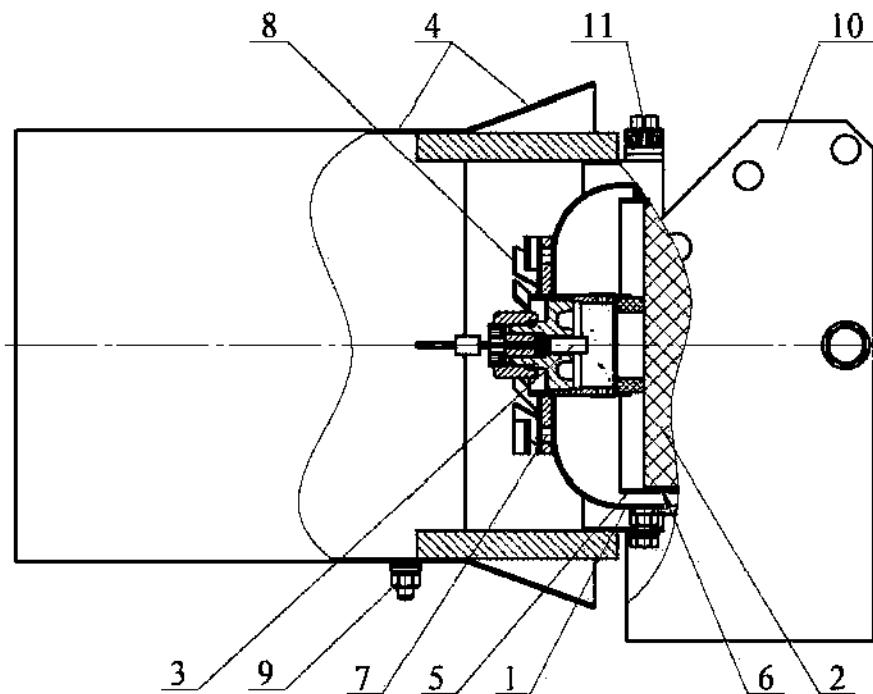
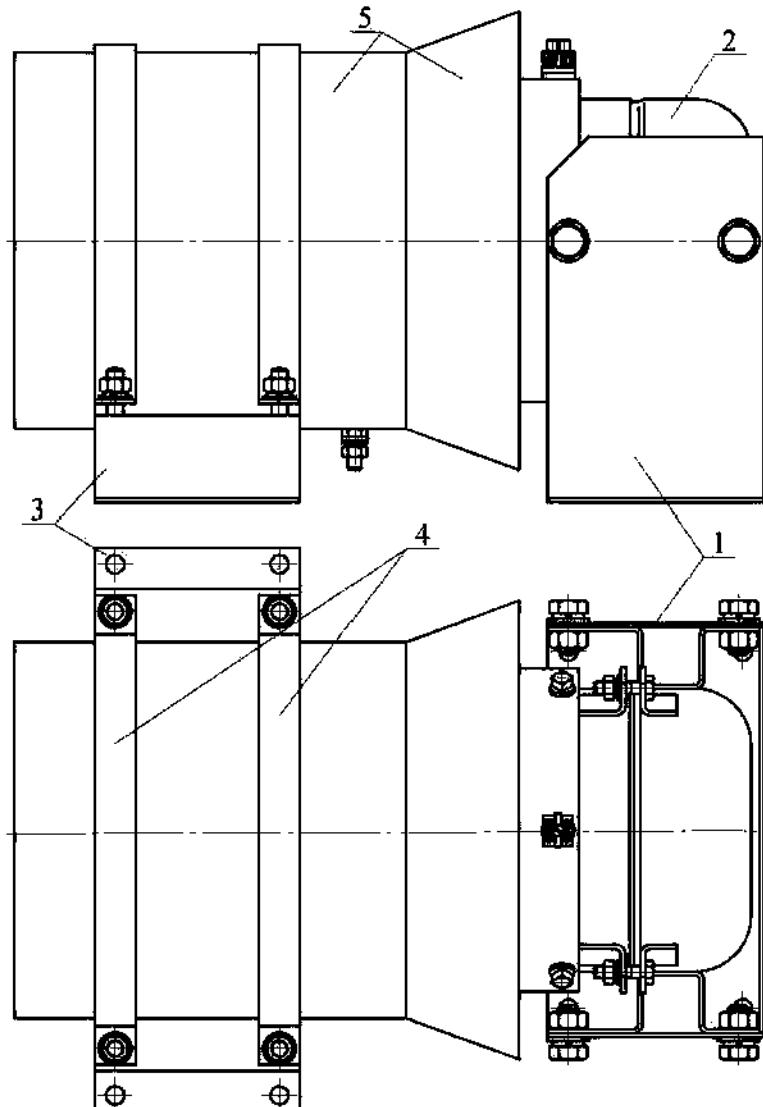

Рисунок 1
Рисунок 2
4.1.1 ГОА (см. рисунок 1) состоит из корпуса 1, в котором размещены аэрозолеобразующий заряд 2 с элементом электропусковым 3, и эжектора 4.
4.2.1 ГОА 1 (см. рисунок 2) конструктивно практически не отличается от генератора по рисунку 1 за исключением кронштейнов для его крепления к несущей поверхности. ГОА снабжен кронштейном 1, предназначенным для крепления корпуса 2, и кронштейном 3, к которому при помощи 2-х хомутов 4 поджат эжектор 5. Для компенсации воздействия вибрации на корпус и эжектор генератора контактная с несущей поверхностью, предназначена опора кронштейна 1 и контактные с эжектором поверхности кронштейна 3 и хомутов 4 оспащены резиновыми прокладками.
4.4.1 После подачи электрического импульса на выводы элемента электропускового 3 (см. рисунок 1) инициируется аэрозолеобразующий заряд 2. Огнетушащий аэрозоль через сопловые отверстия 7 и эжектор 4 поступает в зону горения, в которой благодаря очень малому размеру частиц длительное время находится во взвешенном состоянии, сохраняя свою огнетушащую и флегматизирующую способность.
6.2 Закрепить кронштейн **10** (см. рисунок 1) или кронштейны **1, 3** (см. рисунок 2) на стене, нотолке, полу или иной несущей плоскости, расположенной под любым углом относительно поверхности пола. Координаты отверстий для крепления ГОА, предназначенного для эксплуатации на стационарных объектах, показаны на рисунке 3, для крепления ГОА, предназначенного для эксплуатации на транспортных средствах – на рисунке 4.
6.3 Соединить корпус ГОА **1** (см. рисунок 1) с эжектором **4** и закрепить соединение болтами M6.
6.4 ГОА, предназначенный для эксплуатации на стационарных объектах, выставить в кронштейне **10** (см. рисунок 1) под заданным углом, определенным направлением оси эжектора к защищаемому объекту, и закрепить соединение болтами M10. ГОА, предназначенный для эксплуатации на транспортных средствах, установить в кронштейн **1** (см. рисунок 2) и закрепить соединение болтами M10, в кронштейне **3** при помощи хомутов **4** дополнительно закрепить эжектор. Ориентация ГОА в защищаемом объеме может быть любой.